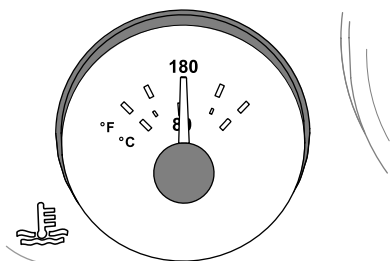

Рисунок 80
E. Дайте двигателю поработать в течение 5 минут или пока индикатор температуры охлаждающей жидкости в блоке приборов не покажет 82°C (180°F), затем остановите двигатель (Рисунок 80).